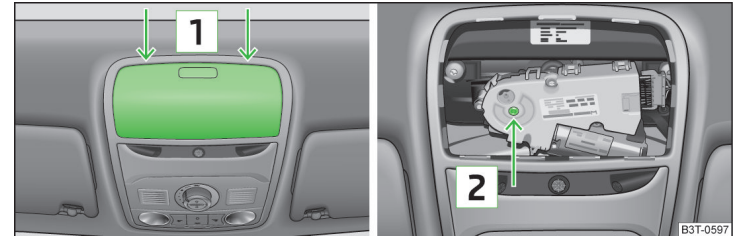

Abb. 196 Ansatzpunkt des Schraubendrehers / Öffnung zum Ansetzen des Schlüssels
- › Einen etwa 5 mm breiten Schraubendreher vorsichtig in den Schlitz an den mit Pfeilen gekennzeichneten Stellen [1] » Abb. 196 einsetzen.